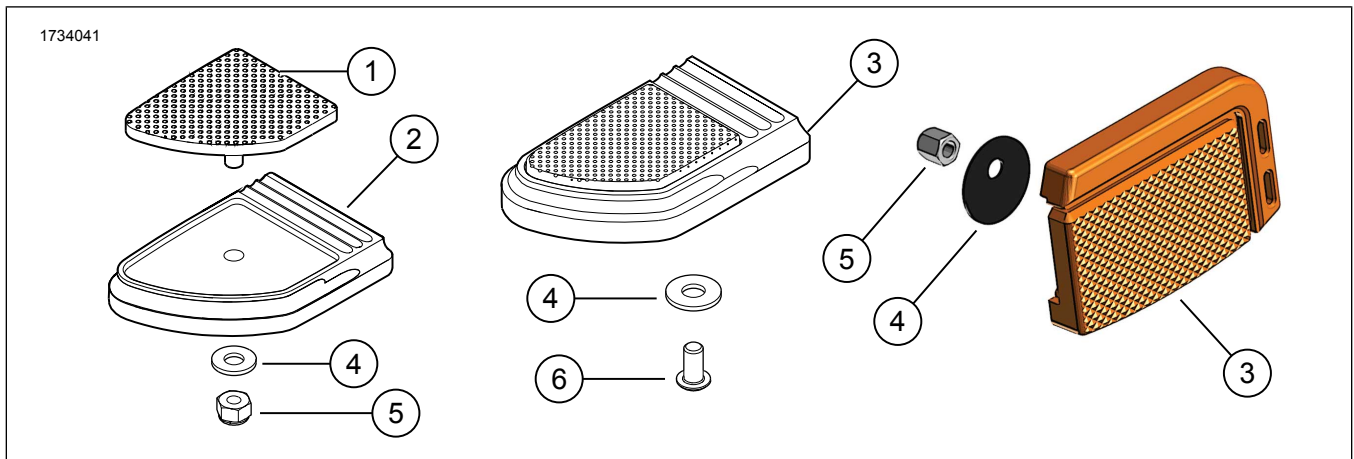

Figure 1. Contenu du kit : Kit de patin de pédale de frein
- Figure 1 Aligner le **nouveau** patin de la pédale de frein (1) avec la cavité dans le couvercle de la garniture (2).
- Installer la rondelle (4) sur le goujon fileté.
- Installer l'écrou de blocage hexagonal 1/4-20 (5) sur le goujon fileté. Serrer.
- Figure 1 Aligner le **nouvel** ensemble pédale de frein (3) avec le levier de frein à pied du véhicule.
- Enduire la vis (6) de frein fileté.